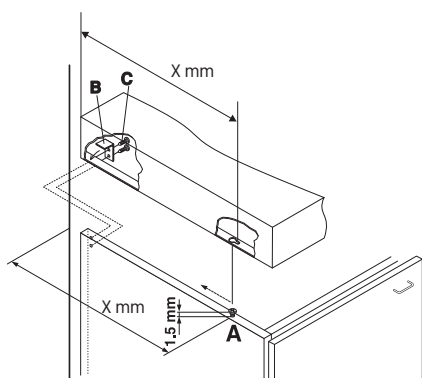

Fig. 4
Para la fijación de los planos serie BP, realice las siguientes operaciones (fig. 4):
- enrosque en el mueble dos tornillos "A" (suministrados de serie) a una distancia adecuada de la pared trasera (fig. 4), dejando las cabezas de los tornillos que sobresalgan 1,5 mm de la madera.